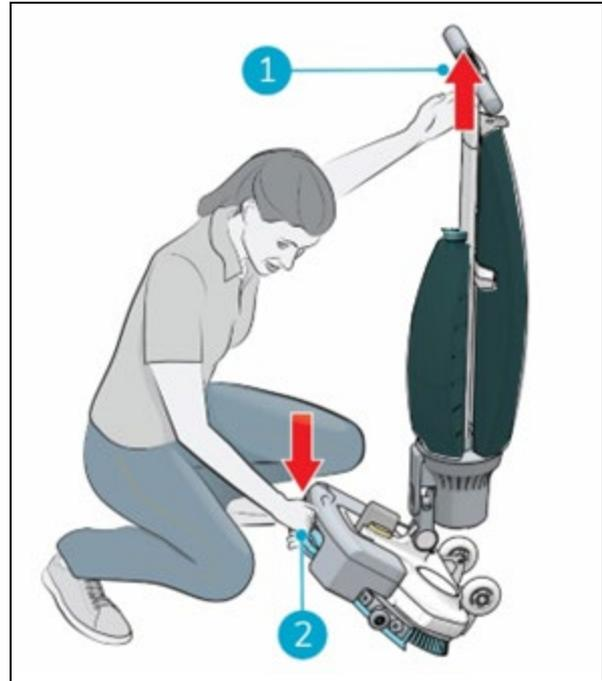

Figura 16
2. Agachar-se, segurando firmemente a plataforma de lavagem com uma mão (Figura 16, pos 2).
3. Empurre a pega para a frente com a outra mão (Figura 16, pos 1).